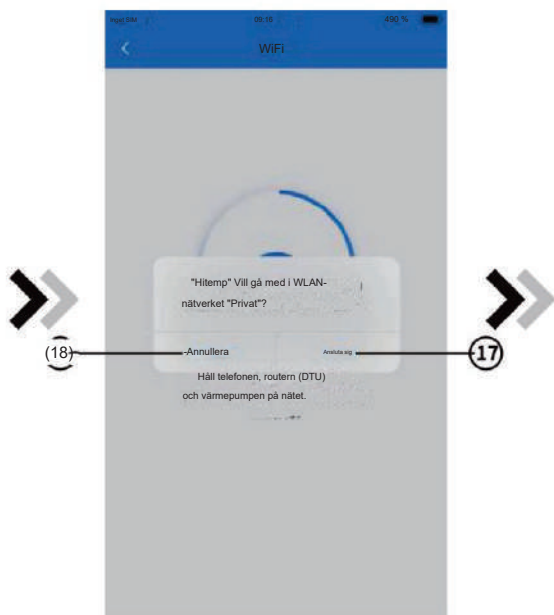

Fig.13 Konfigurera nätverksgränssnitt
4. Skjut sidan bakåt för att konfigurera nätverksgränssnittet, klicka på 16 för att vända nästa sida (fig. 12), klicka för att ansluta till WLAN-nätverket, klicka på 18 för att avbryta (fig. 13); klicka 19 för att fästa enheten (fig. 14);